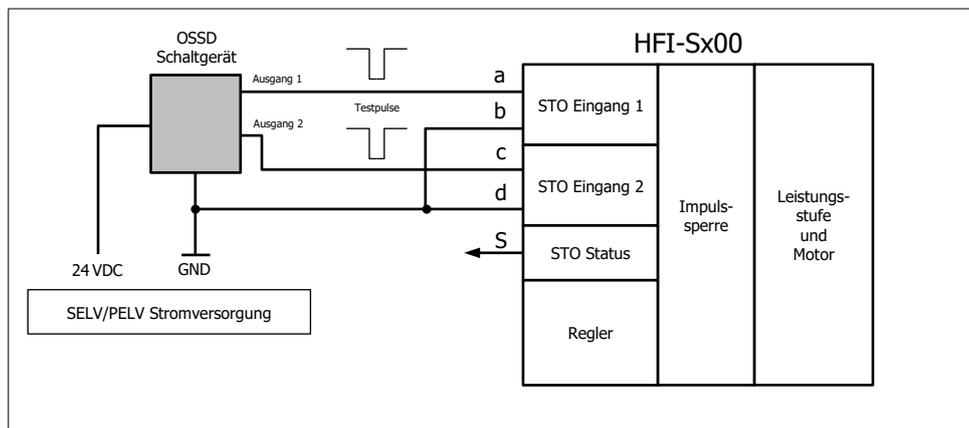

Abbildung 6-2: STO-Funktion mit OSSD-Signalen
- aktiven Sicherheitssensoren wie z. B. von Lichtgittern mit OSSD-Signalen (siehe Abbildung 6-2: STO-Funktion mit OSSD-Signalen).